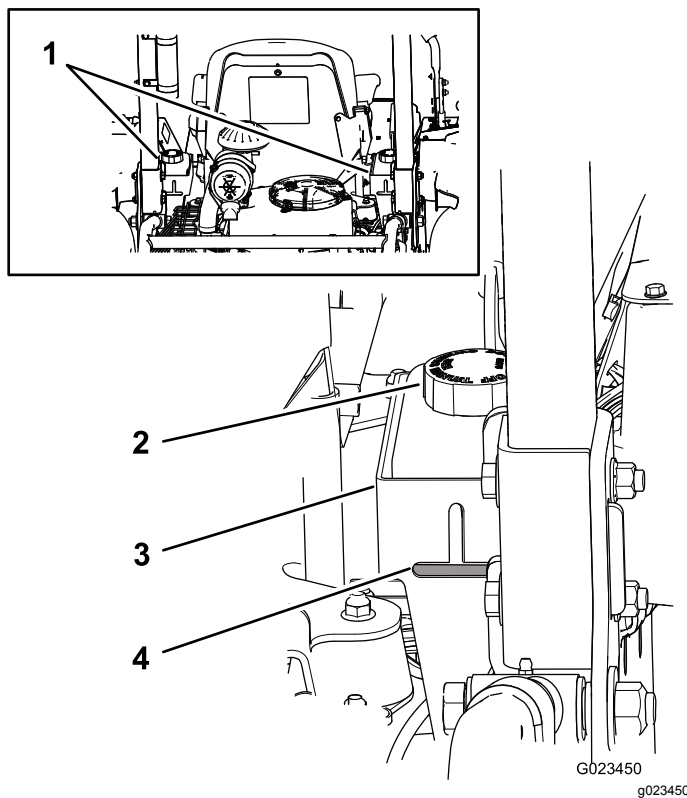

Figura 17
I serbatoi della macchina sono riempiti in stabilimento con fluido idraulico di alta qualità. Il momento migliore per controllare il fluido idraulico è quando è freddo. La macchina deve essere in configurazione da trasporto. Se il livello del fluido è inferiore alla parte superiore della sezione orizzontale della spia di livello sulla parte posteriore dei serbatoi idraulici (Figura 17), aggiungete fluido fino a raggiungere un livello accettabile. **Non riempite troppo i serbatoi.** Se il livello del fluido è nella parte superiore della sezione orizzontale della spia di livello, non sono necessarie aggiunte. Il fluido sostitutivo consigliato è:
Nota: Il livello del fluido dovrebbe essere nella parte bassa di ciascuna fessura, come illustrato nella Figura 17.
- Pulite attorno ai tappi dei serbatoi del fluido per impedire l'ingresso di corpi estranei nell'impianto (Figura 17).